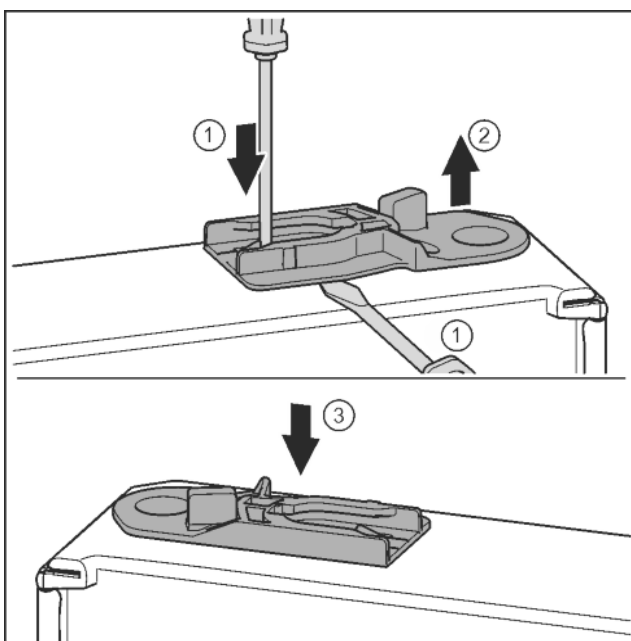

Fig. 32
- ▶ Führungsbuchse herausziehen: Lasche mit Schlitzschraubendreher drücken und gleichzeitig mit Schlitzschraubendreher unter Führungsbuchse fahren. Fig. 32 (1, 2)
- ▶ Im Lieferumfang beiliegende Führungsbuchse auf anderer Gehäusesseite einschieben. Fig. 32 (3)